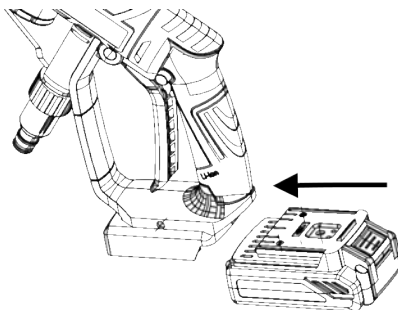

Рисунок 2
3.4.3 Встановіть акумуляторну літій-іонну батарею по напрямних до клацання (рис. 2).